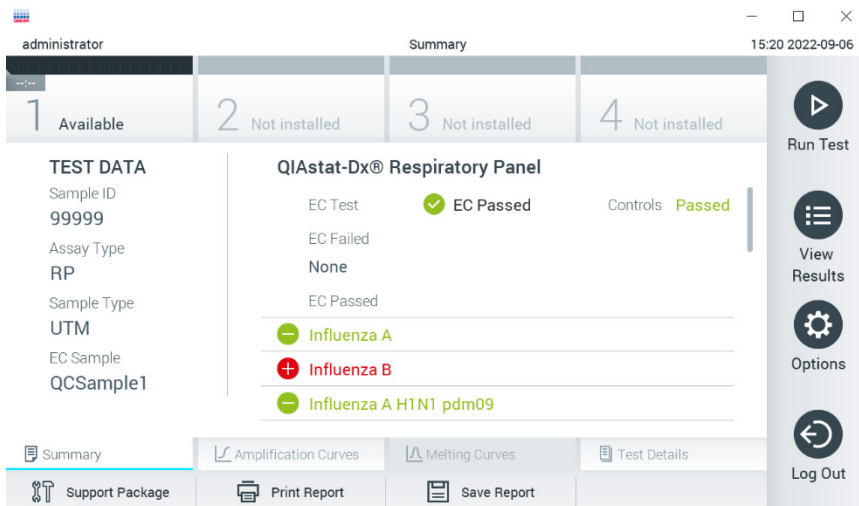

Figura 97. Ecrã Summary (Resumo) de resultados do EC.
12. Depois da ejeção do cartucho de ensaio QIAstat-Dx, é apresentado o ecrã Summary (Resumo) de resultados (Figura 97). Consulte a Secção 8.3 para mais detalhes.